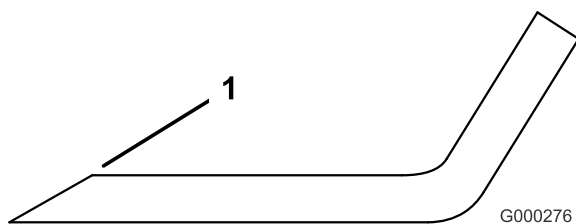

Figure 75
1. Aiguisez le tranchant à chaque extrémité de la lame (Figure 75). en veillant à conserver l'angle de coupe d'origine. Limez la même quantité de métal sur chacun des deux tranchants pour ne pas déséquilibrer la lame.